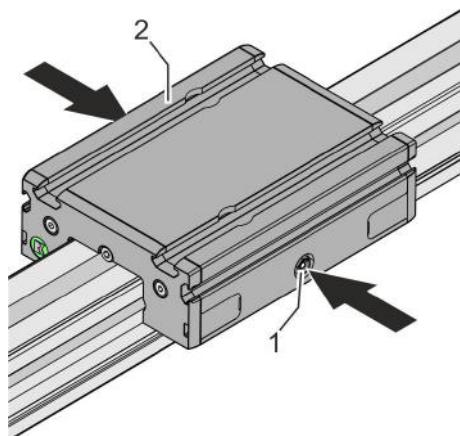

Fig. 39 : Lubrification de l'arbre de guidage
Placer la pompe de graissage successivement des deux côtés du chariot de guidage (Fig. 39 /2) sur le graisseur (Fig. 39 /1) et lubrifier l'arbre de guidage.
3. ➔ Déplacer plusieurs fois le chariot de guidage (Fig. 39 /2) pour répartir le lubrifiant de manière homogène.